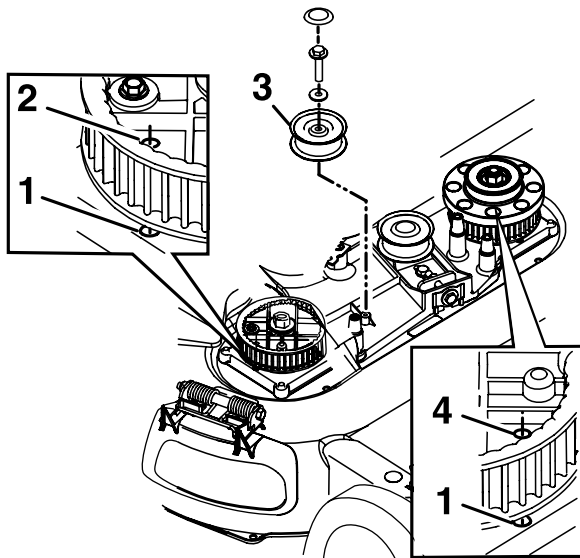

Figure 37
8. Déposez la poulie de tension fixe et les fixations (Figure 37).
10. Alignez les trous des pignons gauche et droit sur les trous du carter, comme montré à la Figure 37.